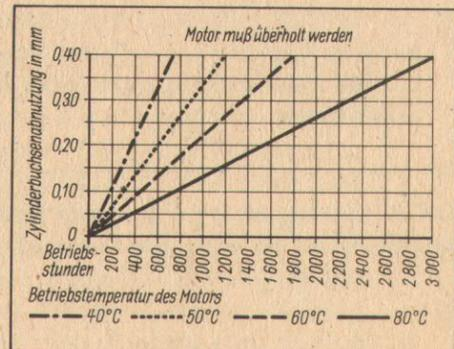

Bild 69/1 Temperatur — Verschleißdiagramm
Im Abschnitt Motorkühlung (↗ S. 22) wurden der Aufbau und die Funktion einer Kühlanlage behandelt. So ist bekannt, daß die günstigste Temperatur des Kühlwassers bei 80 °C liegt und Unter- sowie Überschreitungen dieser Temperatur die Leistung und die Nutzungsdauer des Motors ungünstig beeinflussen (Bild 69/1). Die Regelungsaufgabe, das Kühlwasser möglichst bei einer Temperatur von 80 °C zu halten, ist also technisch und ökonomisch begründet.
- Wie wirkt sich eine zu niedrige Motortemperatur auf die Nutzungsdauer des Motors aus (↗ Bild 69/1)?